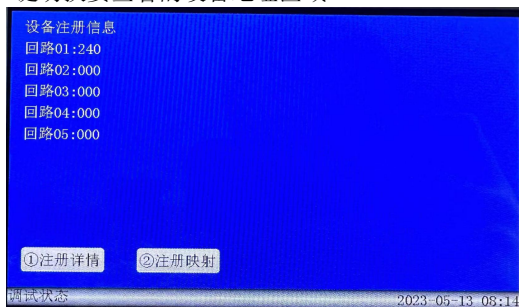

图 4-7 设备注册信息
显示本机的设备注册信息，显示如图 4-7 设备注册信息。在按下①注册详情后，显示各回路设备区、栋、层、地址、设备类型注册信息，可通过左右键切换要查看的回路，可通过上下键切换要查看同一回路下不同地址设备，可通过上翻 F1 键和下翻 F2 键切换要查看同一回路不同设备的页数。在按下②注册映射后，显示各回路设备是否注册，是否类型不一致，不同状态会显示不同颜色，可通过左右键切换要查看的回路，可通过 1/2/3/4 键切换要查看的设备地址区域。